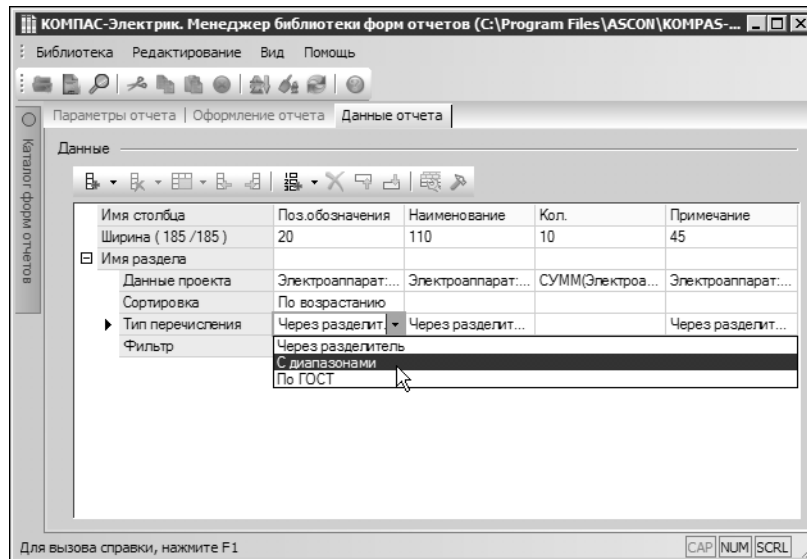

Рис. 14.23. Выбор типа перечисления
- Измените способ перечисления значений данных в столбце *Поз.обозначение*. Выберите из списка вариант *С диапазонами* (рис.14.23 на с. 263) .